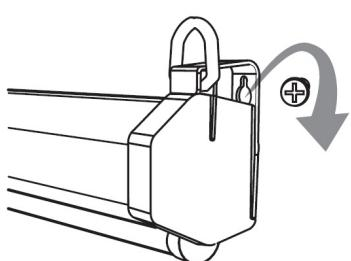

Рис. 1
- **жесткое крепление на стене:** отмерьте на стене расстояние, равное расстоянию между монтажными отверстиями экрана, сделайте отверстия в стене диаметром не более 8 мм. Используйте распорные дюбели и монтажные шурупы. Не вкручивайте шурупы полностью, оставив зазор для пластикового монтажного кольца экрана. Навесьте экран широкими частями монтажных отверстий, как показано на Рис.1, и опустите вниз так, чтобы шуруп вошел в узкую часть монтажного отверстия. Плотно затяните шурупы. Для монтажа экранов, отмеченных в таблице *, см. Рис 3.